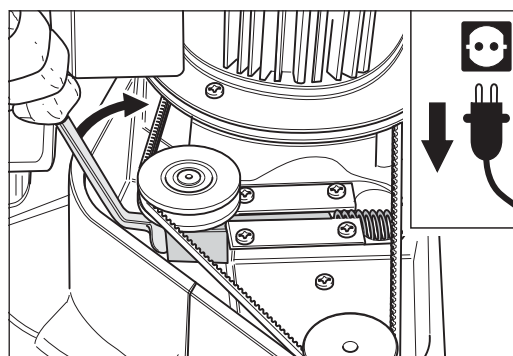

Abb. 103 Den Keilriemenspanner vorsichtig entspannen und den Ringschlüssel entfernen.
- 6 Entspannen Sie vorsichtig den Keilriemenspanner (Abb. 103) und entfernen Sie den Ringschlüssel.